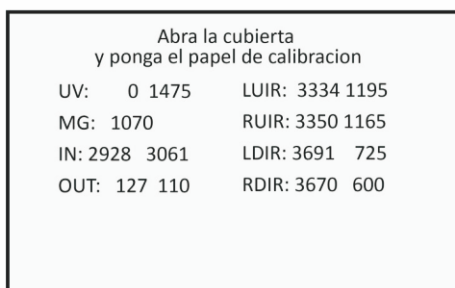

Fig 8-4
8.1. Presione y sostenga “BATCH” y “+1/+10” al mismo tiempo, ingresará al menu de calibración (Fig 8-4),